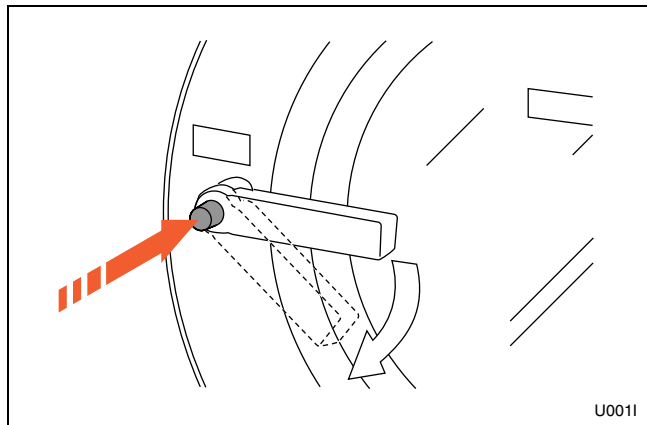

Figura 3
2. Presione el botón y gire la manija en el sentido de las agujas del reloj para abrir. Consulte la *Figura 3*.